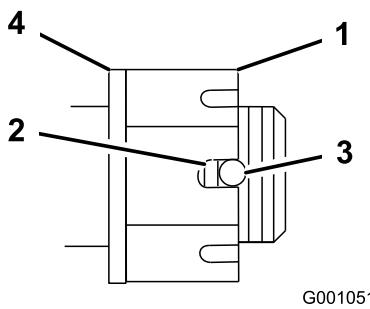

Figura 51
4. Serrate il dado a corona a 170 N·m (Figura 51).
5. Controllate la distanza tra la base della scanalatura del dado e il bordo interno del foro. Devono essere visibili due filetti o meno (Figura 51).
7. Serrate il dado a corona a 170 N·m (Figura 51).
8. Serrate il dado fino ad allineare la serie di scanalature successiva con il foro dell'albero (Figura 51).